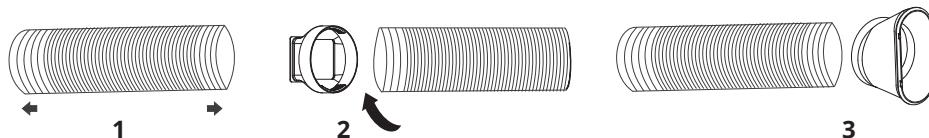

Рис. 4
1. Соберите воздуховодный шланг (1), надев выпускное (2) и выпускное (3) крепление с каждой из сторон шланга. (Рис. 4)